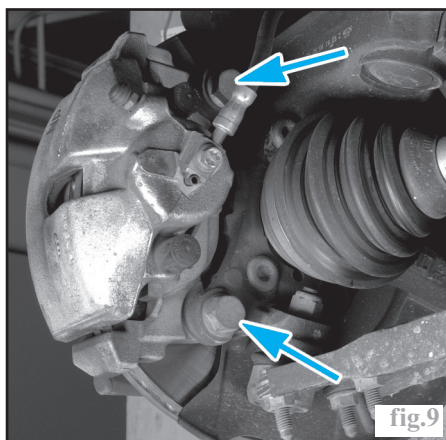

fig.9
- Les vis de fixation du support d'étrier (Fig.9).